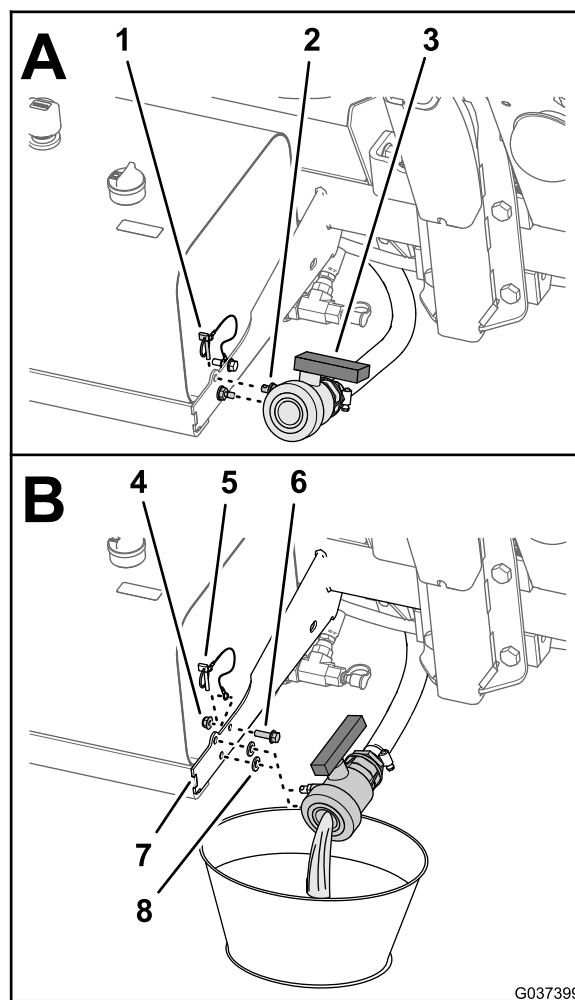

图2
3. 将水排出药缸图2请参阅机器《操作员手册》中的“清洁打药车”部分。
4. 拧下将保险销电缆固定至液压油箱支架的凸缘头螺栓5/16 x 1 英寸和凸缘锁紧螺母5/16 英寸图2。